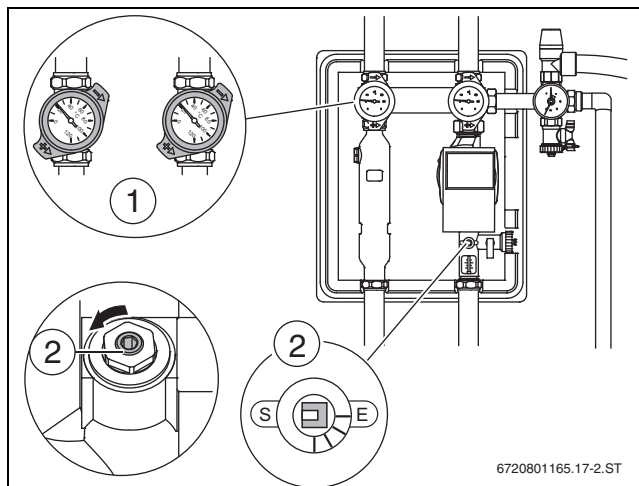

Bild 38 Geöffnete Absperrvorrichtungen
- ▶ Kugelhähne (→ Bild 38, [1]) an den Thermometern auf 45° stellen und den Durchflussbegrenzer (→ Bild 38, [2]) sowie andere Absperrvorrichtungen öffnen.